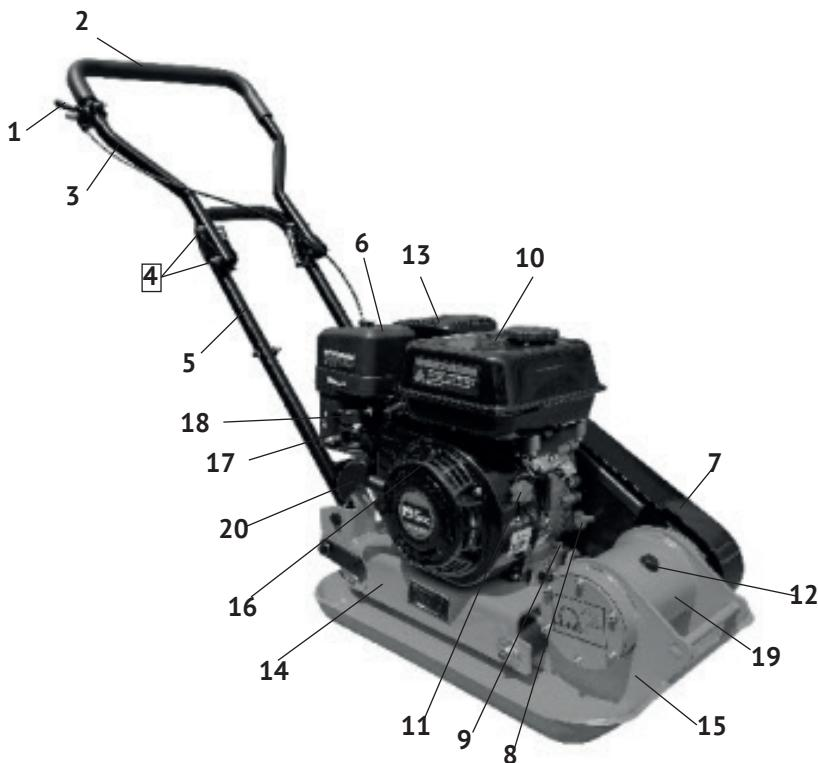

рис.1
2.4 Общий вид виброплиты представлен на рис.1
Основным несущим узлом виброплиты является цельнометаллическая основание (рис.1 поз.15), выполненная заодно с корпусом вибратора, имеющая форму широкой «лыжи» с загнутыми краями. Сверху на основание плиты крепится, с использованием виброамортизаторов (резиновых подушек), платформа двигателя (рис.1 поз.14). Платформа двигателя – сварная конструкция, являющаяся базовым узлом, на которую крепятся: двигатель с приводом, рукоятка управления и кожух ремённой передачи.
В корпус вибратора (рис.1 поз.19), на подшипниках, смонтирован эксцентриковый вал, закрытый с торцов крышками. На выходном конце вала закреплён шкив ремённой передачи.
При вращении эксцентрикового вала вибратора создается центробежная сила, приводящая к вибрации основания (рис.1 поз.15). Амплитуда колебаний в передней части виброплиты больше, чем сзади, что приводит к движению виброплиты вперёд.
- ослабив болтовые соединения (рис.2 поз.1), повернуть верхнюю часть рукоятки управления (рис.1 поз.6) из транспортировочного положения в рабочее;
- прикрепить (если не установлен) двумя хомутами к верхней части рукоятки рычаг дроссельной заслонки (рис.1 поз.1).
Открутите крышку топливного бака (рис.1 поз.10). Заливайте бензин в топливный бак не более чем на 1 см ниже уровня основания заливной горловины. Перед запуском двигателя тщательно протрите крышку бензобака, удалив возможные при заправке брызги топлива.
- медленно потянуть за рукоятку стартёра (рис.1 поз.16) до появления сопротивления, а затем резким движением вытянуть трос на всю длину. Повторите действие ещё раз, если двигатель не завёлся;